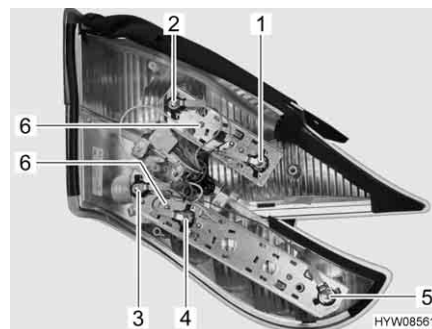

Fig. 158 Luci posteriori (lato posteriore)
- Svitare le due viti Torx (Fig. 158,6) del listello di supporto interessato sul lato posteriore dell'alloggiamento.